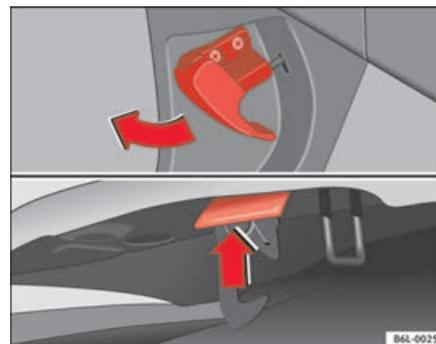

Fig. 126 Gancio di apertura del cofano del vano motore.
- Tirare la leva situata sotto il cruscotto ⇒ **fig. 126** nella direzione indicata dalla freccia. Il cofano si sblocca sotto la spinta di una molla ⇒ **⚠**.